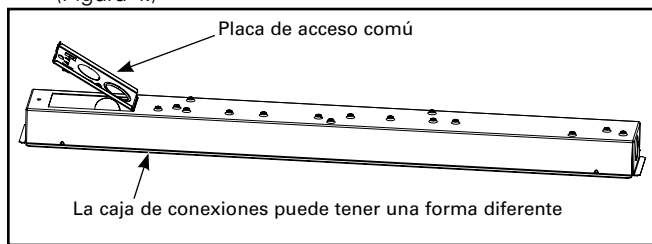

Figura 1.
1. Retire la placa de acceso para acceder a los cables. (Figura 1.)